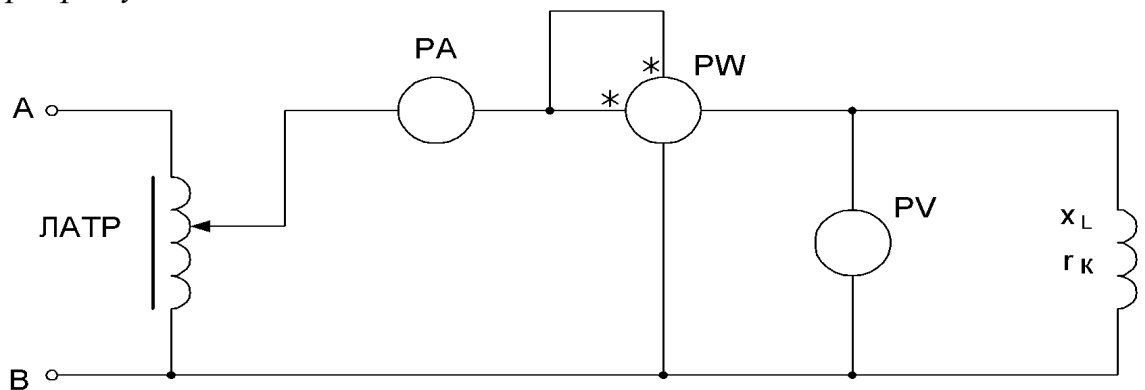

Рис.2
1. Зібрати схему зображену на рис.2